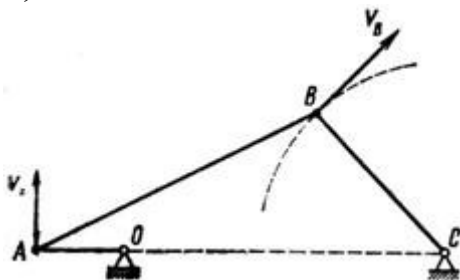

Рисунок 3
3. В четырехзвенном механизме $OABC$ (рис. 3) точка A движется по круговой траектории радиусом $OA = 0,15$ м, а точка B – по дуге радиусом $BC = 0,3$ м, $OC = 0,5$ м. Определить для данного положения механизма скорость точки B , если $v_A = 4,55$ м/с.